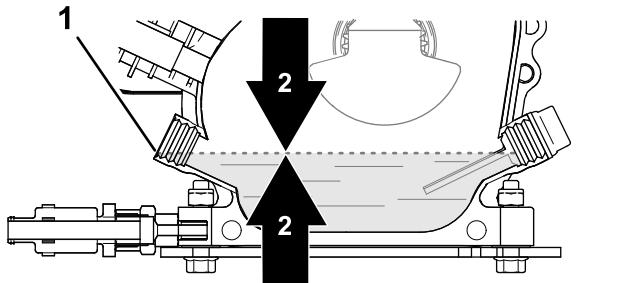

Рисунок 29
- Проверьте уровень масла (Рисунок 29). Двигатель полностью заправлен маслом, если уровень масла достиг нижнего края отверстия заливной горловины.